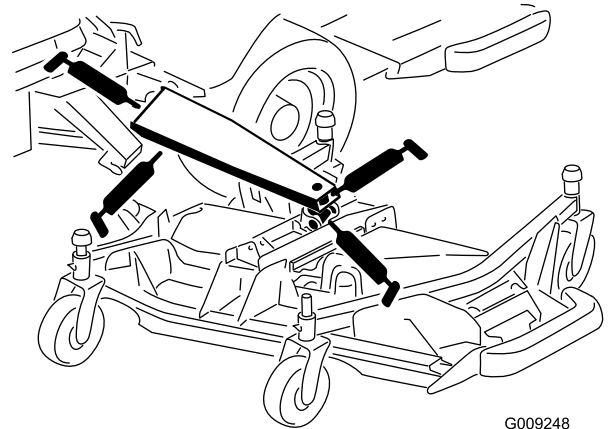

Bild 92
- 3 Haupt-Hubarmbüchsen (Bild 92)
- 1 Hubzylinder-Drehbüchse (Bild 92)